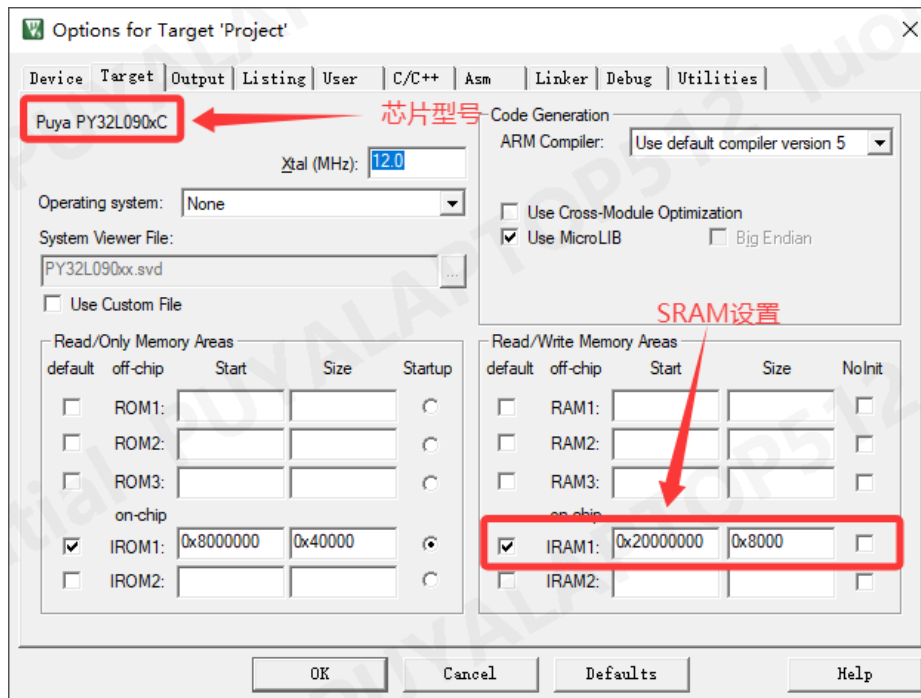

图 1-1
- 建议设置 IRAM 为芯片的 SRAM 起始地址和 SRAM 空间容量。如图 1-1 举例说明，使用 PY32F092xB 系列的芯片时，IRAM 的配置应为该芯片的 SRAM 起始地址和空间容量。PY32F092 系列的 SRAM 空间容量请参考《PY32F092 系列数据手册》表 1-1：